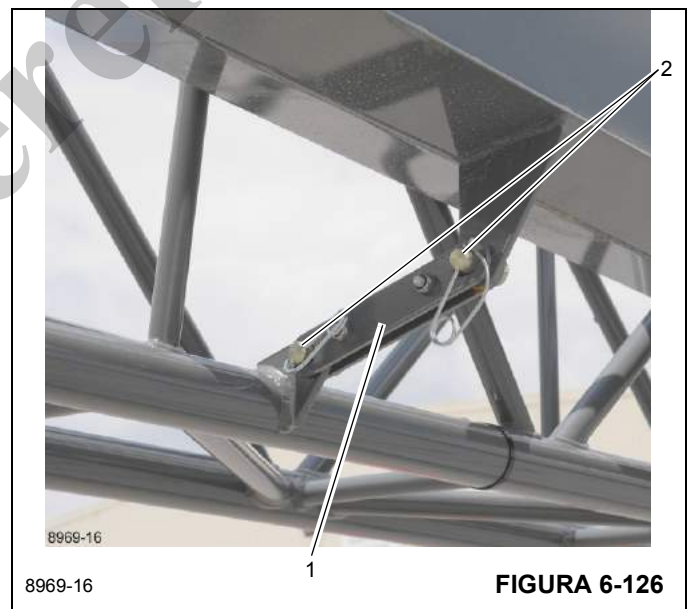

FIGURA 6-126
5. Asegure la extensión de extremo de 23 pies (7 m) a la extensión base de 35 pies (10.5 m) con la barra de bloqueo (1) (Figura 6-126) y los pasadores (2).